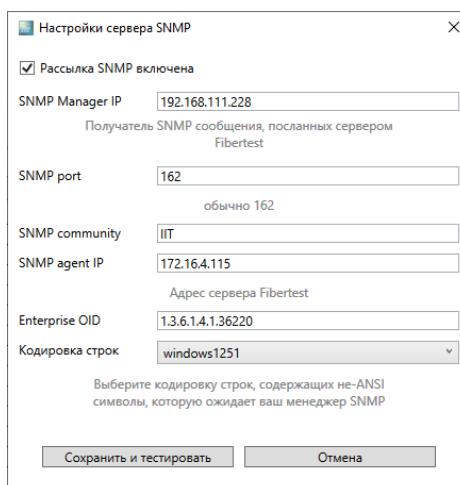

Рисунок 4-6 Окно «Настройка сервера SNMP»
2. В появившемся окне (Рисунок 4-6) ввести следующие данные: